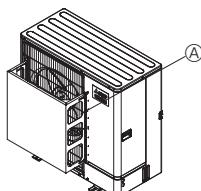

Fig. 2-3
- Monter en ekstra luftledeskærm på steder, hvor kraftig vind kan blæse direkte ind i luftudgangen. (Fig. 2-3)